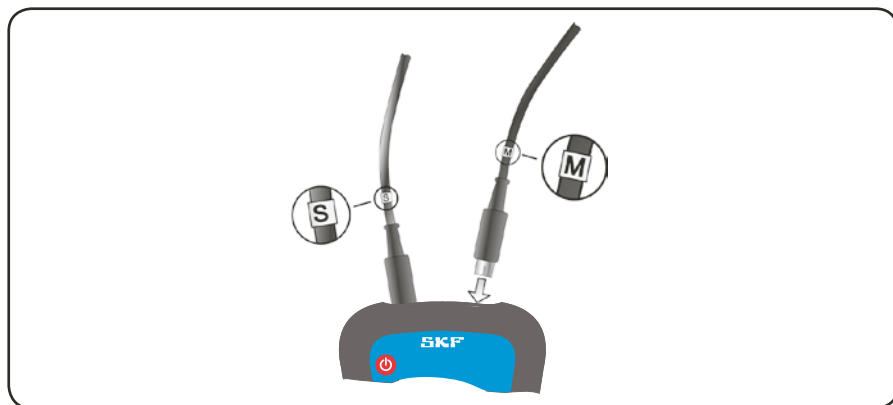

Fig. 9. Ligação das unidades de medição
- b) Ligue as unidades de medição à unidade do visor. Assegure-se de que a marca nos cabos corresponde às marcas nas portas na unidade do visor (fig 9).